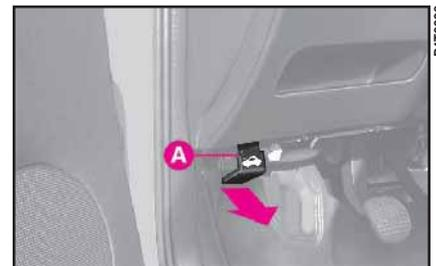

fig. 166
- 1) Tirare la leva (di colore rosso) **A** (fig. 166) nel senso indicato dalla freccia.